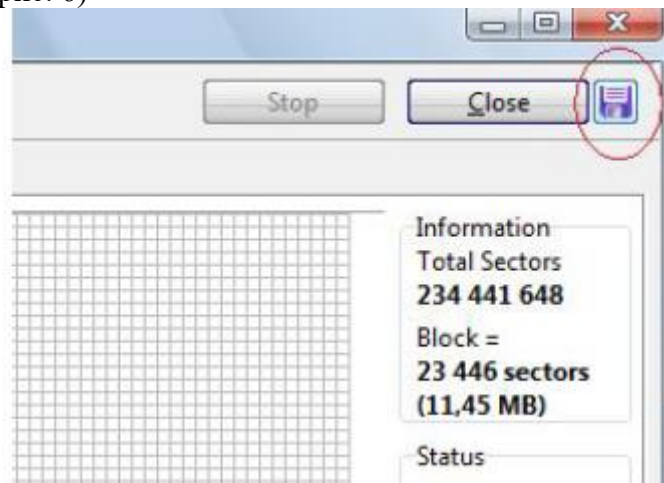

Рисунок 6 – Сохранение результатов теста
- Write test - переписывает дисковую поверхность с конфигурируемым образцом. Вызывает анализ любых слабых секторов и проверяет любые скрытые проблемы и устанавливает их перераспределением дефектных секторов. **ВНИМАНИЕ:** этот тест уничтожит все существующие данные на диске. Выберите и запустите Read Test. После тестирования сохраните результаты (рис. 6)